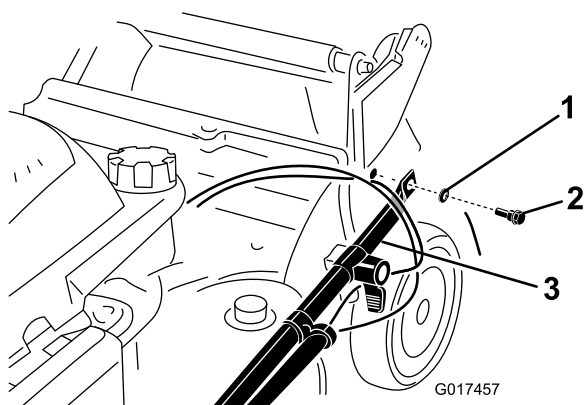

Figure 3
2. Fixez les extrémités du guidon au carter de tondeuse avec 2 rondelles et 2 boulons (Figure 3), **mais ne serrez pas les boulons.**
**Important:** Acheminez les câbles à l'extérieur du guidon (Figure 3).